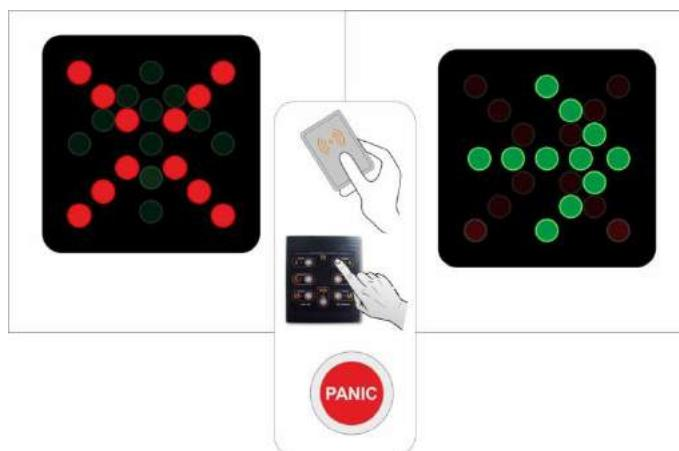

Рис. 4 -. Отображения статуса работы турникета на табло индикации
1.4.1.1 Корпус турникета представляет собой металлическую конструкцию, которая своей опорой (корпусом) 11 (см. Рис.2) монтируется на ровную поверхность с помощью анкеров Redibolt. Статус турникета отображают платы индикации 2, вмонтированные в корпус изделия. Постоянно светящаяся красная индикация означает исходное состояние турникета (см.Рис.4): проход через турникет заблокирован в обе стороны.